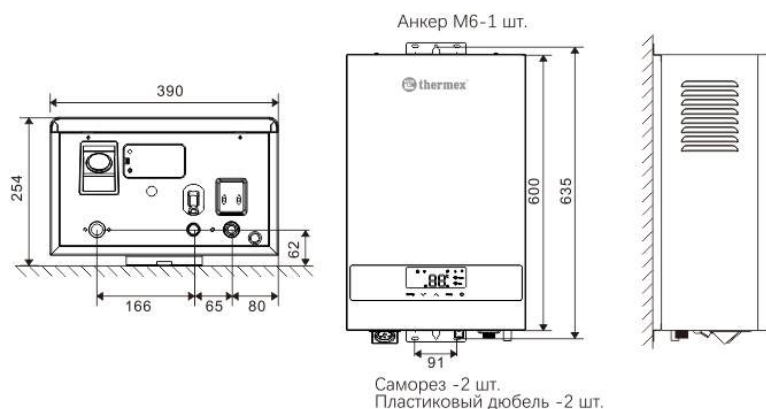

Рис. 7. Монтажные размеры
7.3.1. Размещение прибора на стене (Рис.7)